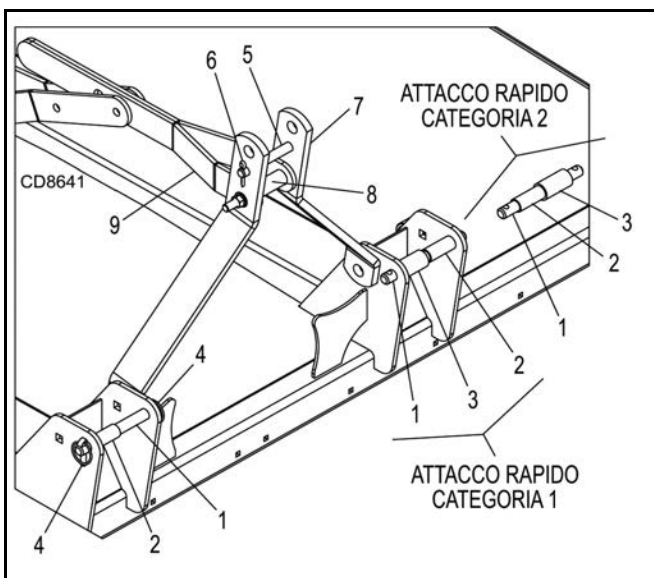

Figura 2. Collegamento dell'attacco standard e rapido del DS8.30E
2. Inserire i perni di attacco inferiori (1) attraverso le piastre montanti e i bracci di sollevamento inferiori del trattore. Usare i manicotti (2) per mantenere i bracci di sollevamento in posizione. Serrare con perni con anello da 11,1 mm (7/16 in) (4).
3. Collegare la biella superiore del trattore al telaio ad A della falciatrice usando i fori centrali e un perno da 19 mm (3/4 in) (5), una coppiglia (6) e un perno con anello da 6,4 mm (1/4 in) (7). Vedere Figura 2.
2. Inserire i perni di attacco inferiori (1) e i manicotti con diametro esterno di 28,6 mm (1-1/8 in) (2) attraverso le piastre montanti e i bracci di sollevamento inferiori del trattore. Usare i manicotti (3) per mantenere i bracci di sollevamento in posizione. Serrare con perni con anello da 11,1 mm (7/16 in) (4).
3. Collegare la biella superiore del trattore al telaio ad A della falciatrice usando i fori centrali e un perno da 25,4 mm (1 in) fornito con la biella superiore del trattore. Vedere Figura 2.
1. Inserire i perni di attacco inferiori (1), i manicotti con diametro esterno di 28,6 mm (1-1/8 in) (2) e i manicotti con diametro esterno di 36,5 mm (1-7/16 in) (3) attraverso le piastre montanti. Serrare con perni con anello da 11,1 mm (7/16 in) (4). Notare l'orientamento del manicotto nella Figura 2.
2. Il gancio superiore sull'attacco rapido innesterà il manicotto da 31,8 mm (1-1/4 in) (8) tra le bielle d'arresto (9).